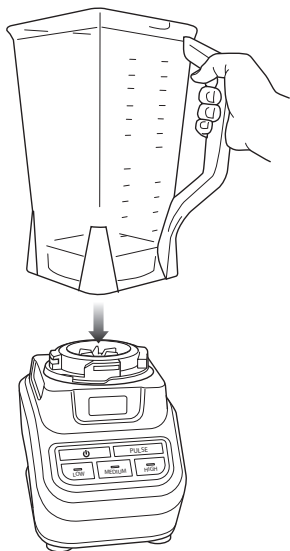

Fig. 1
- 2 Déposez le pichet sur le bloc-moteur. (Fig. 1)